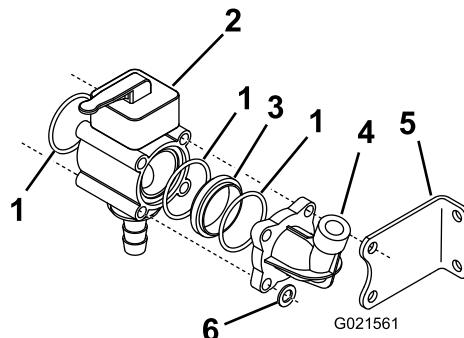

Figura 7
1. Porca de bloqueio (4)
2. Anilha (2)
6. Barra rosada (4)
9. Deslize as anilhas para as barras que não passam pelo suporte de montagem esquerdo e enrosque uma porca de bloqueio na extremidade esquerda de cada barra (Figura 7).
10. Monte previamente o conjunto do manípulo da válvula manual utilizando a válvula manual, anel de retenção, adaptador das peças soltas e a porta do indicador de pressão que removeu previamente (Figura 7).
- adaptador de redução ao conjunto da válvula de derivação da rampa (Figura 7).